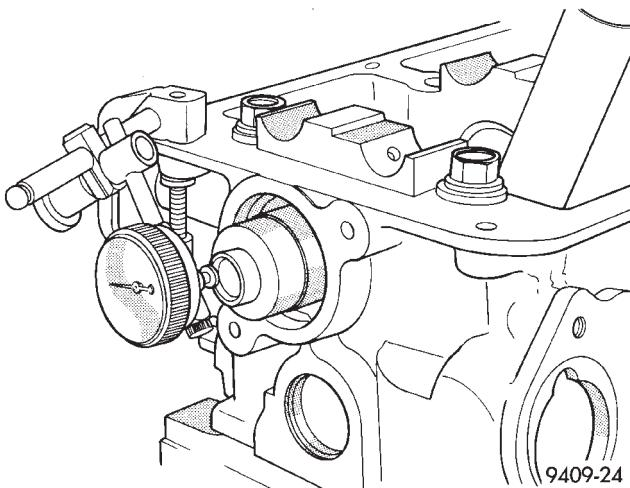

Fig. 21 Juego longitudinal del árbol de levas
(4) Mida el juego longitudinal del árbol de levas utilizando el procedimiento siguiente:
- Instale el indicador de cuadrante C-3339 o, un equivalente, en un punto fijo de la culata de cilindros (Fig. 21).